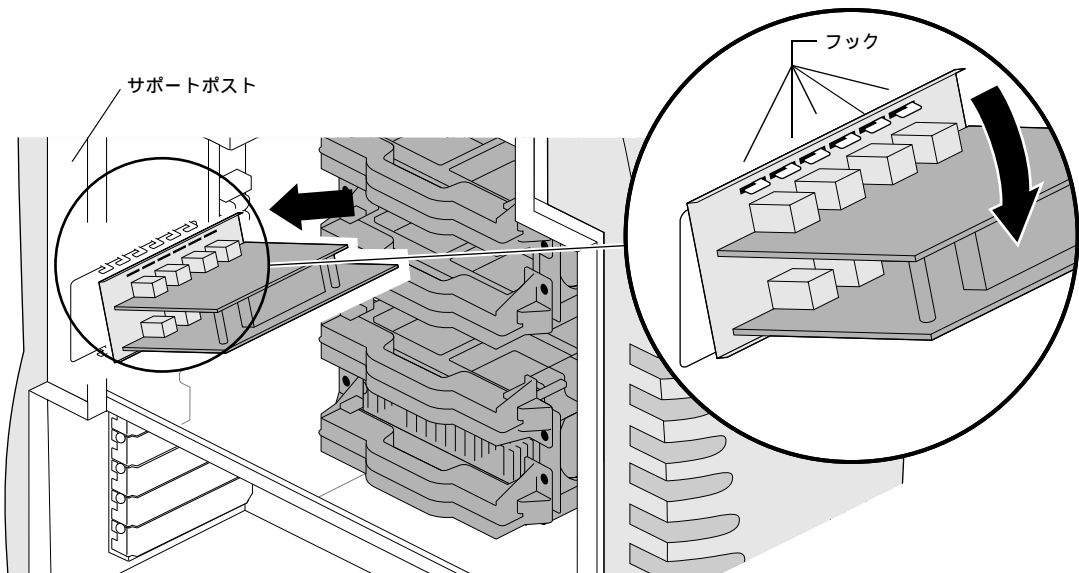

図 5-17 Silicon Graphics SD1100 オプションカードの取り付け
8. Silicon Graphics SD1100 カードのコネクタに開けられているスロットを確認します。スロットは、本体に付いているフックを差し込んでカードを固定するために使用されます (図 5-17)。